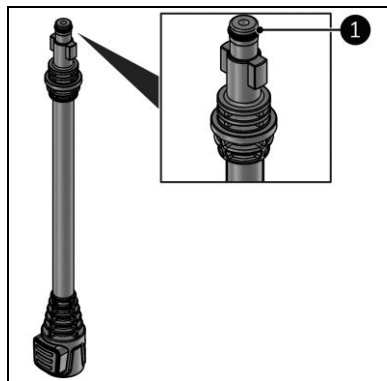

Abbildung 15
4. Tragen Sie Vaseline auf den O-Ring der Verlängerungslanze (Abbildung 15, Pos. 1) auf.